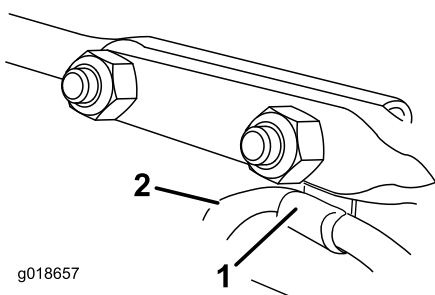

Figura 17
6. Inserite sotto la testa del bullone a testa tonda anteriore l'attacco per cavo che sostiene il cavo del deflettore, e fissate i bulloni a testa tonda con i dadi di bloccaggio al corredo nel sacchetto delle parti sciolte (Figura 17).